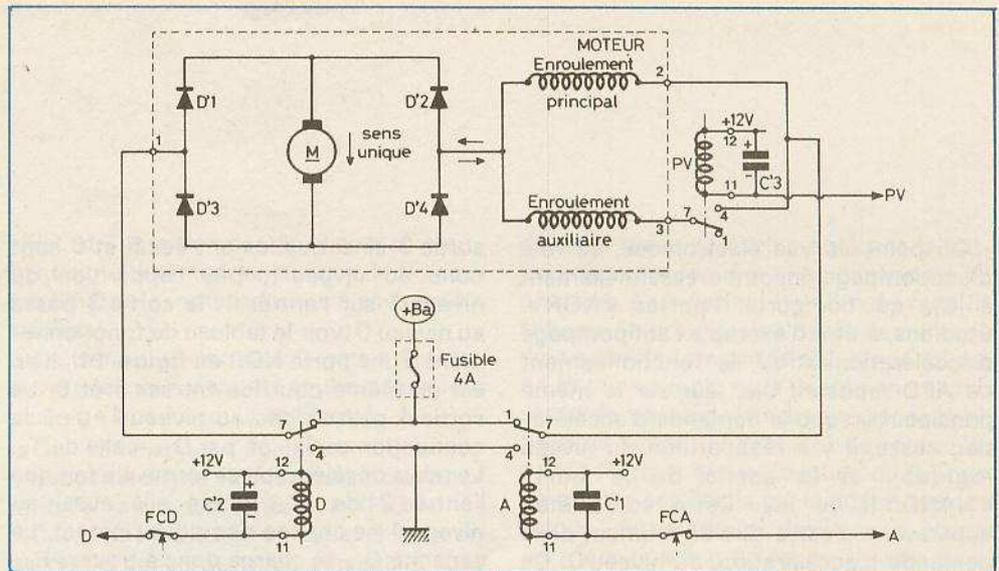

Fig. 12. - Circuit de puissance. Le moteur employé est un modèle à enroulement série, mais modifié par la mise en place d'un pont de Wheatstone.
h) Circuit de puissance (fig. 12)
d'essuie-glace « Bosch » équipant la plupart des voitures. Il y a lieu cependant de procéder à un certain nombre de modifications. En premier lieu, après démontage du couvercle fermant le réducteur qui est en fait une simple roue dentée en céuron attachée par une vis sans fin disposée en bout de l'induit, il convient de retirer les balais frottant sur les bagues de la roue. Le rôle de ces balais est la commande du retour automatique des essuie-glaces vers leur position de repos. Il reste donc trois fils qui correspondent aux bornes 1, 2 et 3 du schéma de la figure 12. Ces trois fils, après repérage, peuvent être acheminés vers une miniplaque à bornes constituée par exemple par un domino collé sur le corps du moteur à l'araldite.
Ces diodes seront branchées en pont de Wheastone (fig. 12), puis après avoir rebranché les fils du moteur, la couronne est remontée définitivement à son emplacement. Enfin, il convient de confectionner une équerre, en se servant des trous de fixation d'origine du moteur, destinée à fixer ultérieurement le moteur sur une plaque de tôle formant le plan du servomoteur. Le moteur est ainsi prêt à l'emploi.